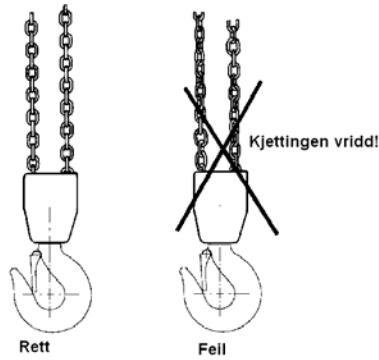

Fig. 6: Kjettingen må ikke være vridd!
- Kjettingen må ikke ha knekk eller være vridd. For toparts jekketalje (6,3 tonn) er det fare for at kjettingen blir vridd ved at underblokken vris gjennom kjettingslyngen. Dette skjer vanligvis ved ommontering eller flytting av kjettingtaljen mellom ulike arbeidssteder. Se fig. 6.